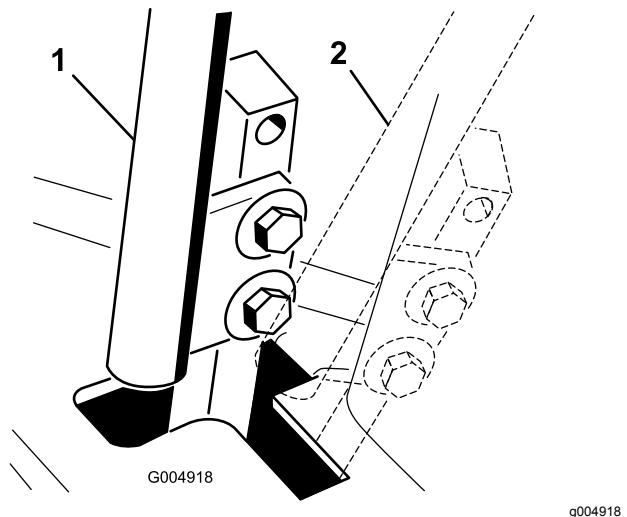

Figura 79
- 4. Mueva la palanca de control a la posición de PUNTO MUERTO, pero **no a la posición de bloqueo** (Figura 79).
- 6. Compruebe la posición de la palanca de control con relación a la muesca de la consola (Figura 79).